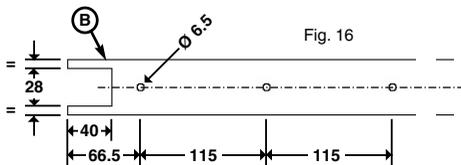

Fig. 16
- Forare il traverso superiore **B** dell'anta seguendo le indicazioni sull'intera lunghezza del traverso (Fig. 16).